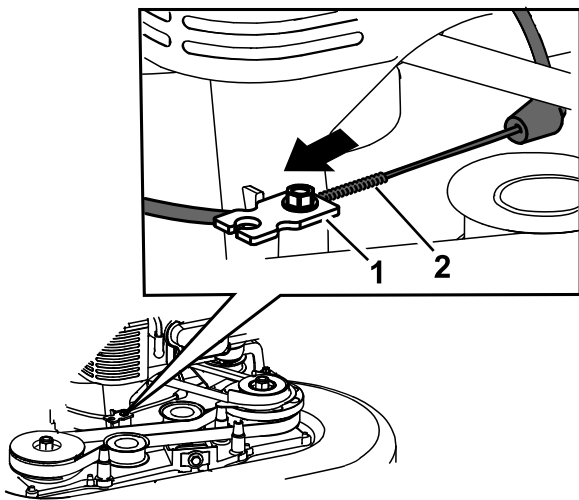

Рисунок 48
6. Потяните оболочку троса так, чтобы устранить провисание (Рисунок 48).